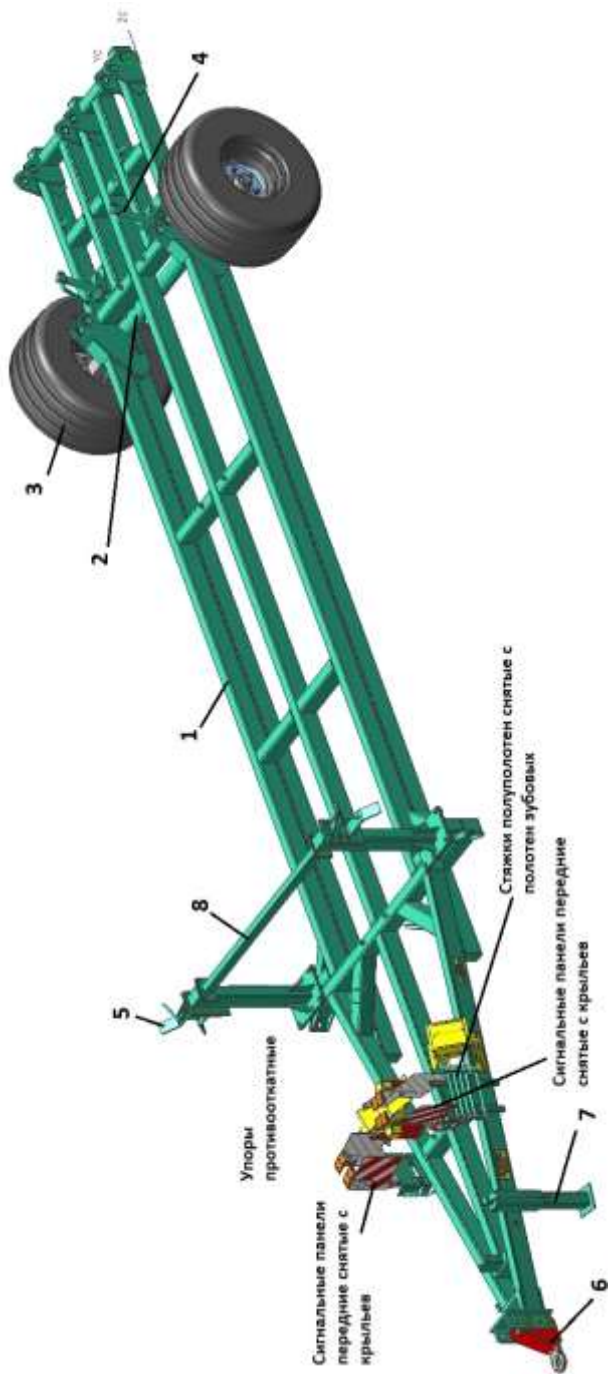

Рисунок 3 – Транспортная тележка
3.3 Транспортная тележка (рис. 3) предназначена для передвижения бороны при транспортировке. Состоит из рамы 1, поворотной балки 2 с ходовыми колесами 3 и регулировочными винтами 4, кронштейнов фиксации крыльев в транспортном положении 5, регулируемого по высоте прицепа 6, опора с винтовой регулировкой 7, стяжки кронштейнов фиксации крыльев 8 в транспортном положении.
4.1.3 Собрать транспортную тележку (рис. 3):
- соединить борону с трактором, переставляя прицеп 6 (рис. 3) на требуемые отверстия.
- снять передние сигнальные панели с крыльев культиватора и установить в кронштейны транспортной тележки (рисунок 3);
- снять задние сигнальные панели с центральной секции, разъединить вилку с розеткой, и установить их в кронштейны транспортной тележки (рисунок 3);